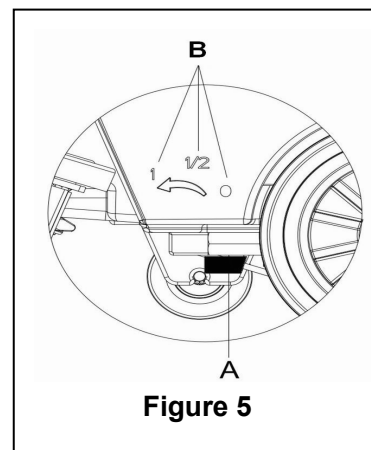

Figure 5
Le réglage du robinet d'eau (A, Figure 5) doit être effectuée si l'interrupteur d'alimentation (38) est en position "O".
12. Le réglage du débit d'eau peut être effectué grâce au robinet (A, Figure 5) en fonction de la nature des sols à laver (dépendant de l'état de salissures et de la porosité des sols).